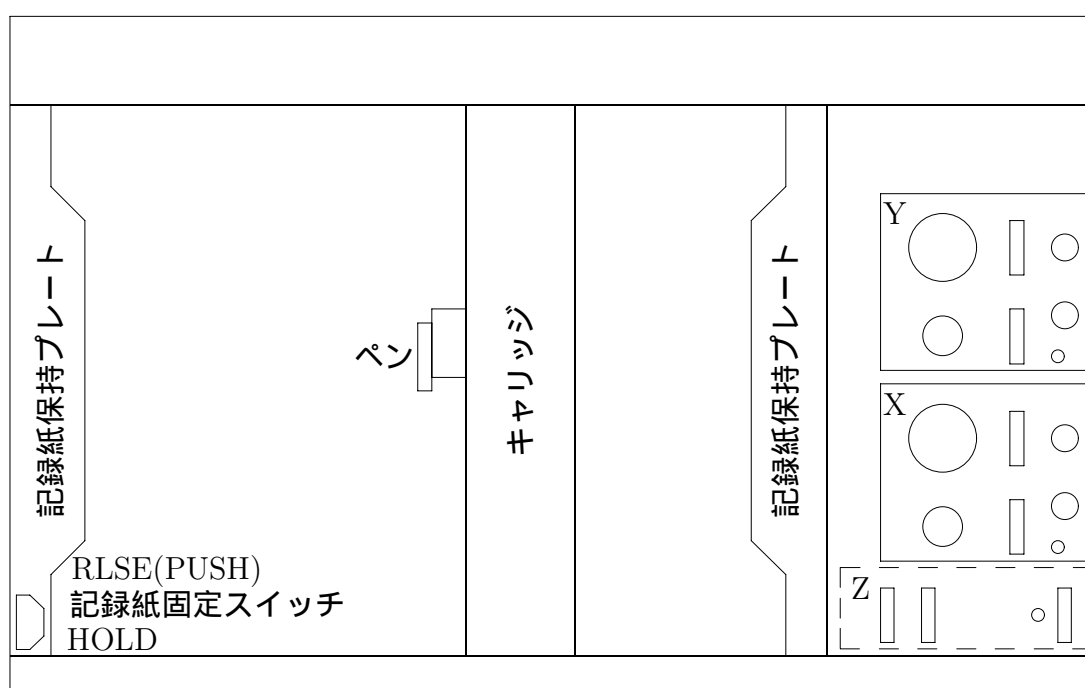

図 20.4: X-Y レコーダ
4. 記録紙固定スイッチが RLSH(解放状態、図 20.4 参照) を確認する。
3. 記録紙固定スイッチを RLSH(解放状態、図 20.4 参照) にする。
5. 記録紙を保持プレート (図 20.4 参照) に差し込みます。記録紙の下端を記録しテーブルの下